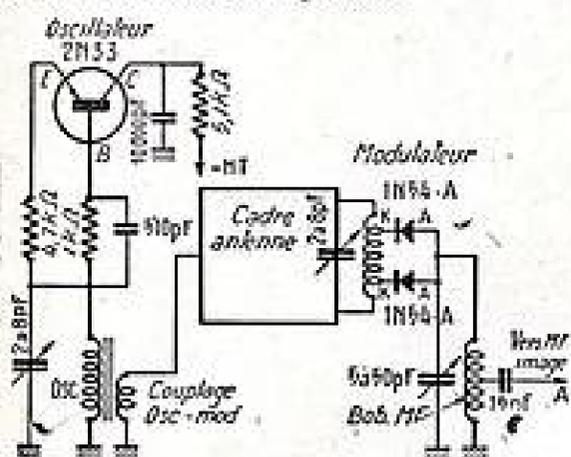

Fig. 6
La figure 6 donne le schéma de cette partie. L'oscillateur comporte un transistor 2N33 avec collecteur « à la masse ». Il n'y a qu'une seule bobine oscillatrice, l'oscillation étant obtenue par couplage entre la base (B) et l'émetteur (E).